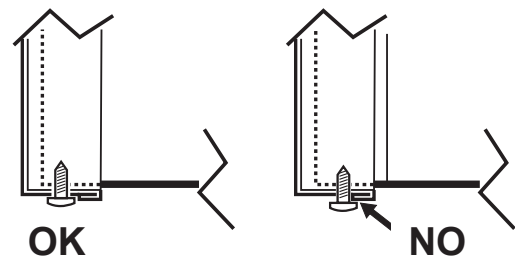

fig. 15 - montaggio con viti inferiori
3. Procedere in ordine inverso per rimontare il pannello anteriore. Assicurarsi che sia fissato correttamente al pannello superiore e completamente in appoggio sui pannelli laterali. La testa della vite "A", una volta serrata, deve essere posizionata come indicato in "fig. 15 - montaggio con viti inferiori".